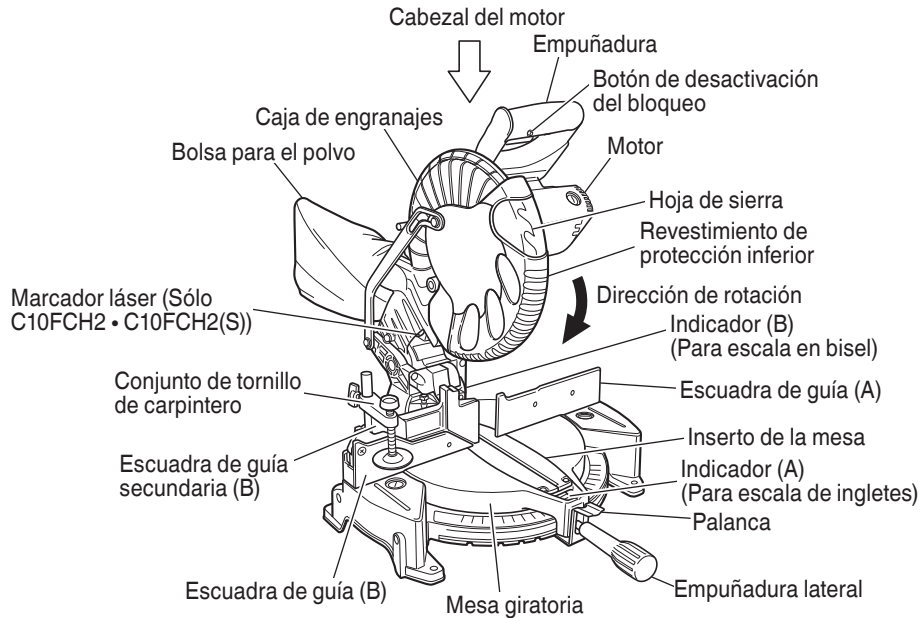
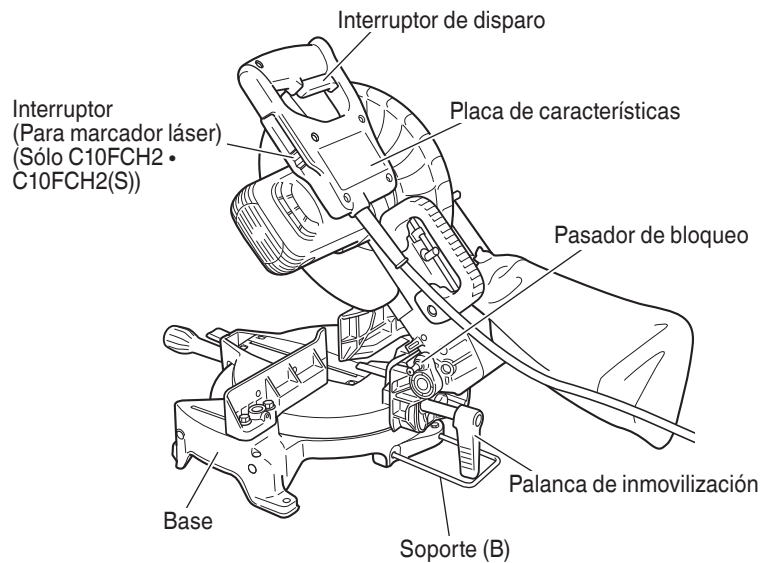

Fig. 1
Fig. 2
- Instalación de la bolsa para el polvo, el soporte, el retén, y los tornillos de carpintero (El soporte y el retén son accesorios opcionales.) Fije la bolsa para el polvo y el conjunto de tornillo de carpintero como se indica en la Fig. 1 y Fig. 2.